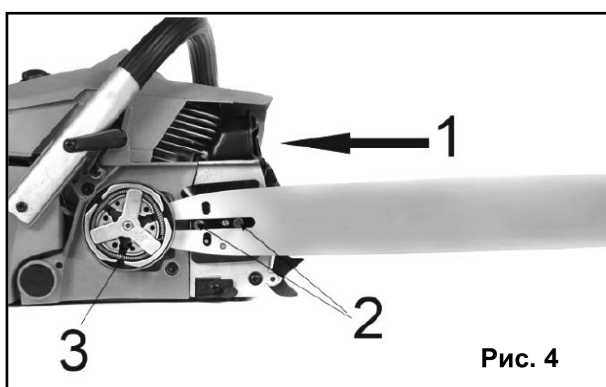

Рис. 4
- Установите пазовую часть пильной шины (1) на шинные болты (2). Передвигайте шину за муфту сцепления (3) до тех пор, пока она не остановится (См. Рис. 4).